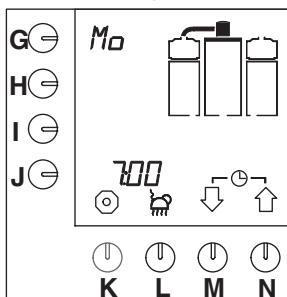

Fig. 13 Voorbeeld huidige dag en tijd
- De huidige dag en tijd verschijnen heel even in het display (fig. 13).
- De huidige dag en tijd verschijnen in het display (fig. 13).